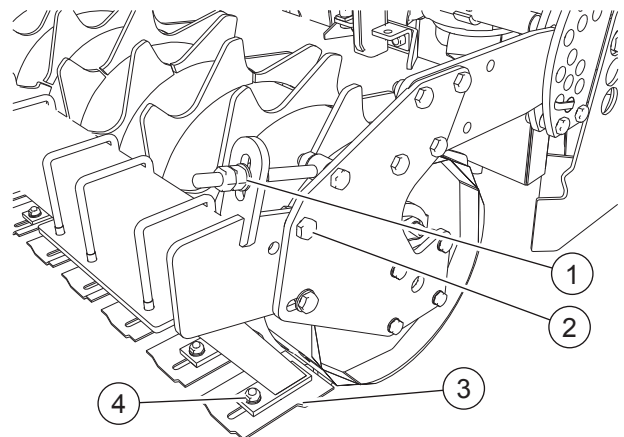

FIG. 34
- Desserrer l'écrou (2, "Fig. 34").
- Desserrer les écrous (1) jusqu'à approcher le décrottoir au rouleau à la quantité désirée.